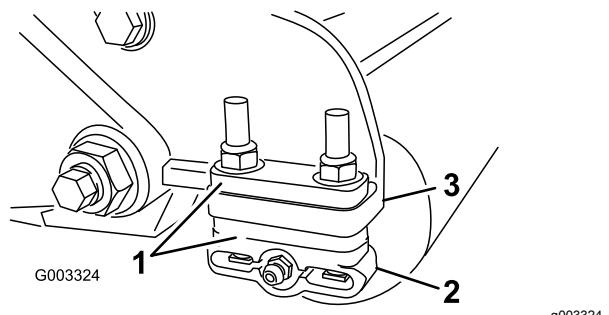

Bild 12
- Legen Sie die benötigte Anzahl von Distanzstücken unter den Montageflansch der Seitenplatte (**Bild 12**), um die Halterungen der Heckrolle (**Bild 12**) auf die gewünschte Schnitthöhe einzustellen, siehe Schnitthöhentabelle.